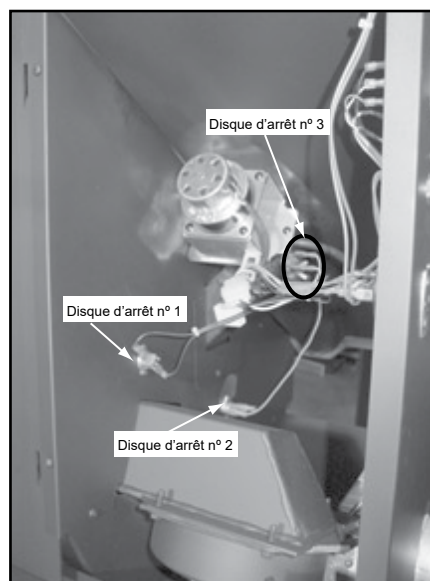

Figure 22.2
2. Retirez les panneaux latéraux du haut et du bas. **Figure 22.2 à la page 22.**
3. Le disque d'arrêt n° 2 est situé sur le plénum de convection, au centre de l'appareil, au-dessus du ventilateur de convection. **Figure 22.2.**